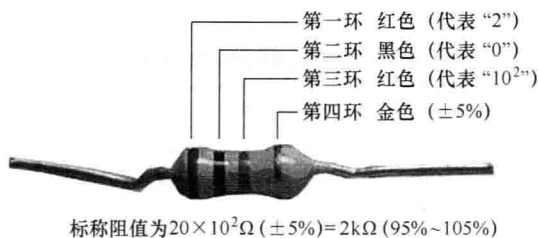

图 1-4 四环电阻器阻值和偏差的识读
(2) 四环电阻器的识读 四环电阻器阻值与偏差的识读如图 1-4 所示。四环电阻器的识读具体过程如下：